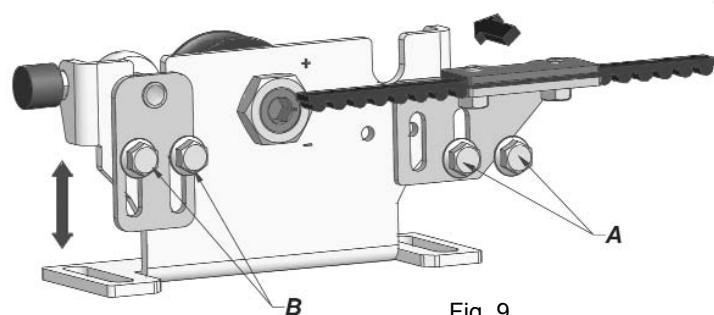
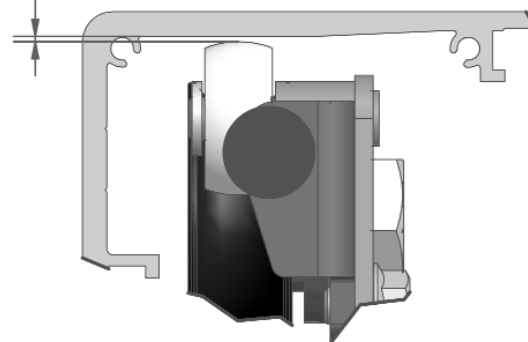

Fig. 9
Fig. 21
- Desconectar del carro la brida de enganche correa actuando en los tornillos de fijación A (Fig.9)
- Aflojar los tornillos del dispositivo antidescarilamiento B y bajar completamente la brida de soporte del rodillo (Fig.9)
Volver a conectar las fijaciones correa a los carros **Fig.9**; apretar los tornillos A comprobando que la posición de las sujeciones permita a la correa un buen nivel de paralelismo entre el ramal superior e inferior.
Levantar el dispositivo antidescarilamiento de manera que el rodillo no esté en contacto con el perfilado de aluminio durante el deslizamiento **Fig. 21**. Apretar los tornillos B **Fig. 9** sin alterar el ajuste escogido.